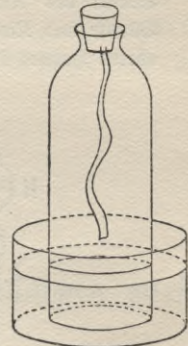

Fig. 5. Verbrennen von Magnesium im abgeschlossenen Lustraum.
**\* Versuch 3** (Fig. 5): Setze eine ca. 30—40 cm hohe, unten offene und oben mit einem Tubus versehene Glasglocke in ein weites Gefäß mit Wasser, so daß sie etwa 8 cm tief eintaucht, und bezeichne den Wasserstand durch eine Marke mit Kreide. Klemme dann in einen Stöpsel, der genau in den Tubus paßt, ein etwa 20 cm langes Stück Magnesiumband, entzünde dieses und setze den Stöpsel luftdicht